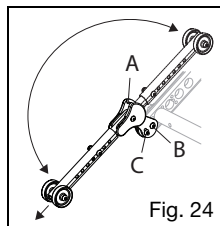

Fig. 24
- Tire hacia abajo del antivuelco en paralelo al tubo de ajuste y gírelo hacia arriba (Fig. 24).
- El antivuelco puede dejarse en el aire para circular por la acera, o puede girarse todo hacia arriba hasta el tope (Fig. 24:A) para sostenerlo.
- Use una llave Allen de 4 mm y una llave de tuercas o de cubo de 10 mm y quite el tornillo de pivote y la tuerca (Fig. 24:B).
- Use una llave Allen de 3 mm y una llave de tuercas o de cubo de 8 mm y quite el tornillo y la tuerca de ajuste de ángulo (Fig. 24:C).